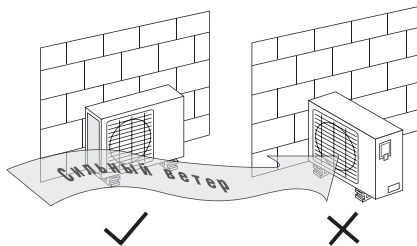

Рис. 7
- Если в том месте, где устанавливается наружный блок кондиционера, бывает сильный ветер (например, на морском побережье), разместите блок вдоль стены или установите ограждение. В противном случае вентилятор кондиционера не сможет нормально работать при сильном ветре (рис.7).